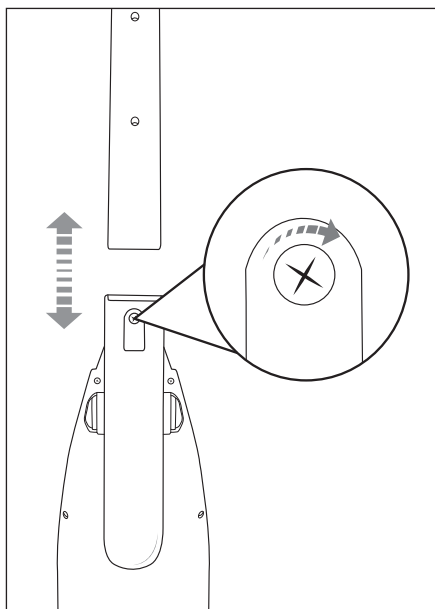

Fig. 2
- 2) Applicare il manico **11** al suo supporto sull'apparecchio. Spingere completamente il manico **11** sul suo supporto finché non si innesta saldamente nell'apparecchio. (Fig. 2).